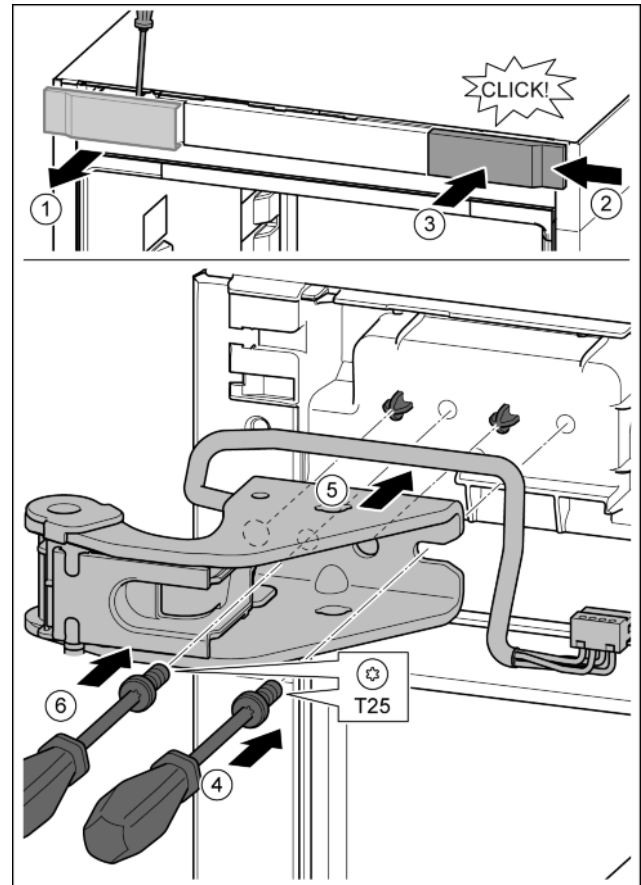

Fig. 26
- ▶ Крышку отсоединить с помощью отвертки и убрать в сторону. Fig. 26 (1)
- ▶ Навесить крышку, повернув ее на 180°, справа с другой стороны. Fig. 26 (2)
- ▶ Крышку зафиксировать. Fig. 26 (3)
- ▶ Установить винт отверткой T25. Fig. 26 (4)
- ▶ Установить верхний опорный кронштейн. Fig. 26 (5)
- ▶ Затянуть винт. Fig. 26 (4)
- ▶ Вставить и затянуть винт отверткой T25. Fig. 26 (6)